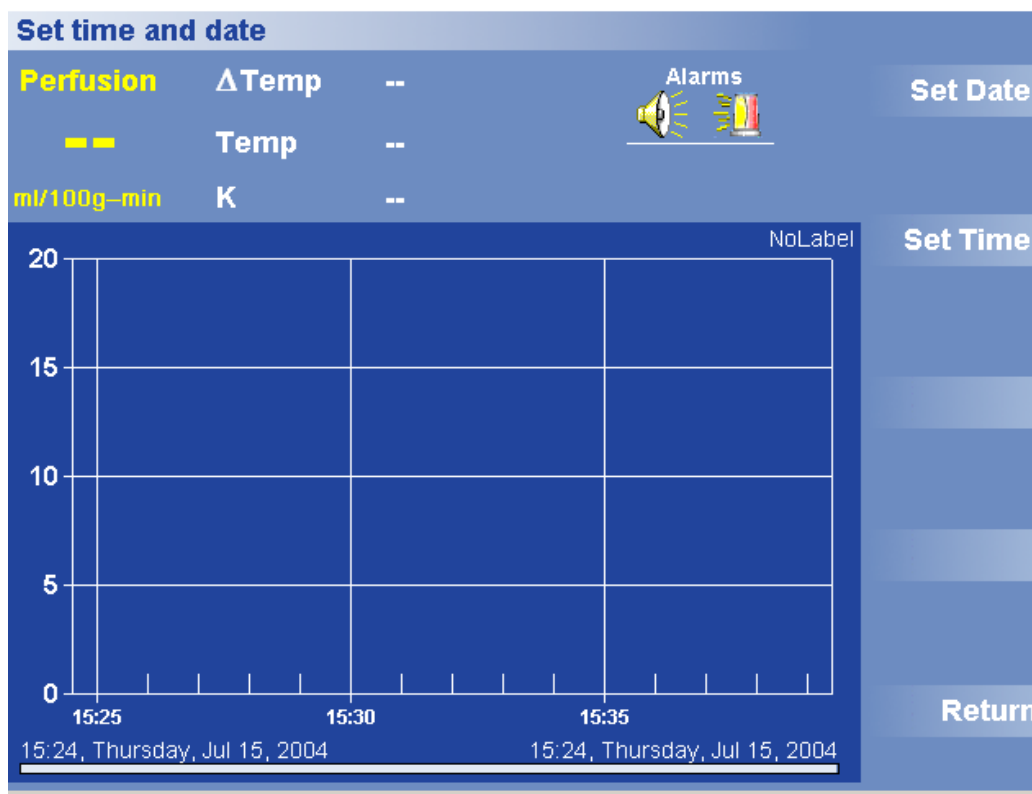

図 42 日付/時間メニュー
3番目のオプションメニューの Set Date/Time（日付/時間の設定）を押して、日付/時間メニューを開きます（図 42）。
2. Set Date/Time (日付/時間の設定) を押します。日付/時間メニューが表示されます (図 42)。